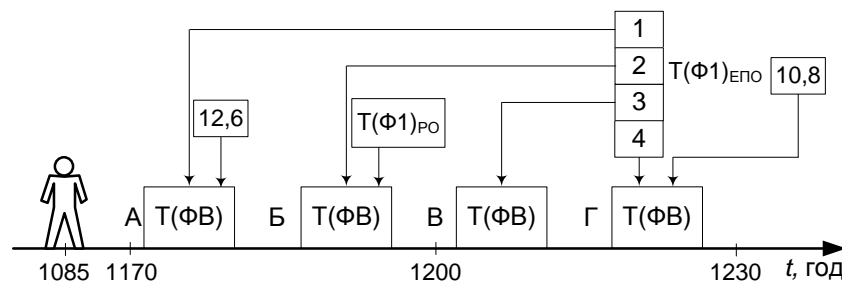

Рис. 2. Структурна схема поетапного методу виконання періодичного ТО:
2. Наступне періодичне ТО буде виконуватися за формою Ф1 при нальоті  $1200 \pm 30$  годин. Виходячи з вихідних умов, побудуємо структурну схему поетапного методу виконання періодичного ТО (рис. 2).